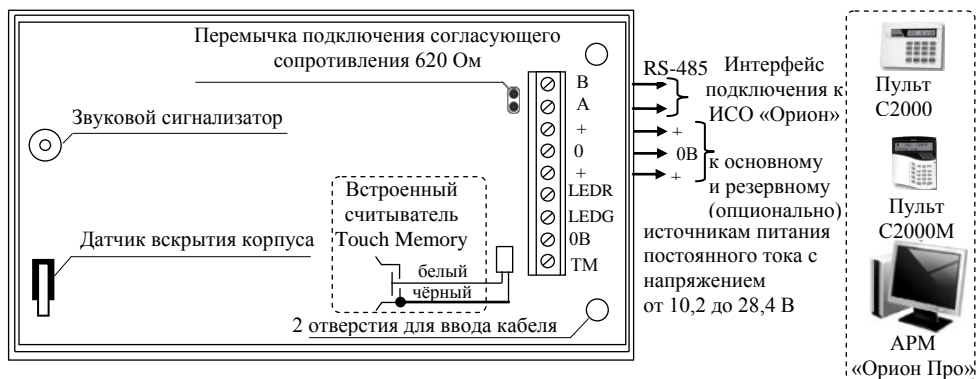

Рисунок 3. Схема внешних соединений блока
2.2.1 Подсоедините кабели к клеммам в соответствии с рис. 3.
2.2.5 Если блок не является последним в линии интерфейса RS-485, удалите перемычку, расположенную на плате блока (рис.3).